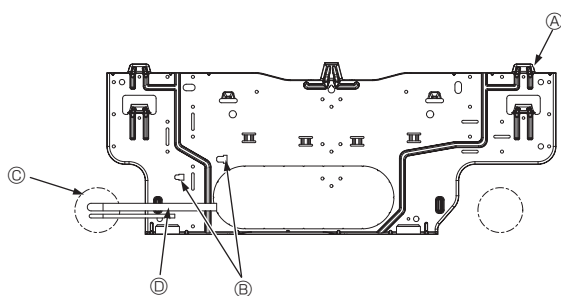

Fig. 3-5
- Ⓓ Крепежные винты (4 × 25) ②
- Ⓕ Монтажная плата ①
3.3. Встраивание труб в стены (Fig. 3-5)
- Ⓐ Монтажная плата ①